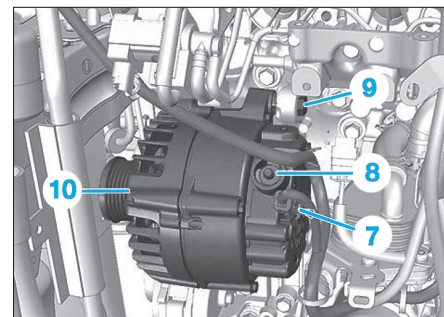

Fig. 7
- Débrancher les connecteurs (5) et écarter le faisceau (6).
- Débrancher les câbles électriques (7) et (8) de l'alternateur (Fig.7).